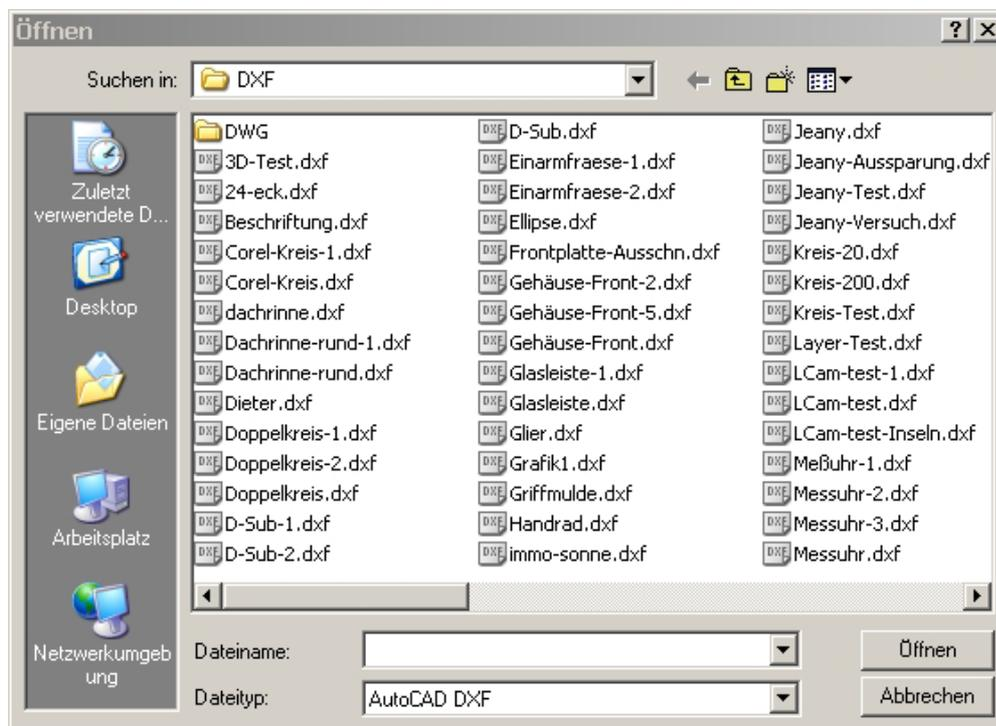

Abb. 1.22: Fenster zu Auswahl von DXF-Dateien
- ◆ **Öffne DXF:** Über dieses Icon können wir eine DXF-Datei in LazyCam laden. Wenn wir auf dieses Icon klicken, öffnet sich ein Fenster mit dem Verzeichnisbaum unserer Festplatte, aus dem wir dann unsere Datei aus dem entsprechenden Verzeichnispfad auswählen kann. Dabei ist immer der jeweilige Dateityp, den wir auswählen möchten, voreingestellt. Im vorliegenden Fall ist es also AutoCAD (DXF) (Abb.: 1.22). Das gleiche gilt übrigens ganz analog für das Laden von LCAM Projekten, Bilddateien usw.